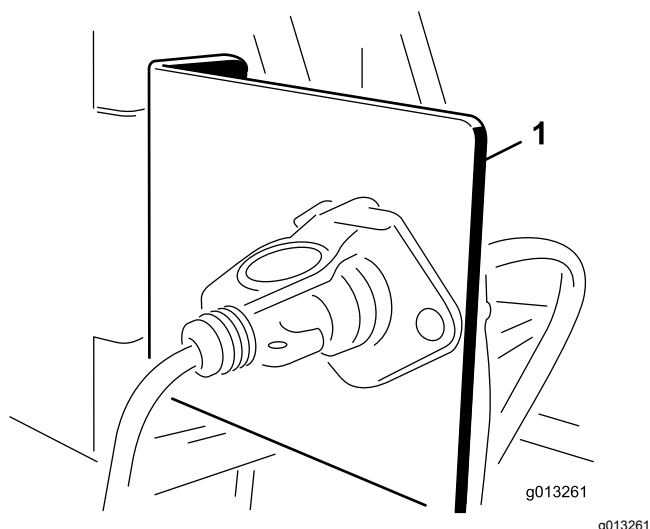

Figure 8
1. Montez le support de la prise électrique sur un point fixe à l'arrière du véhicule tracteur au moyen de l'un des supports prévus (Figure 8).